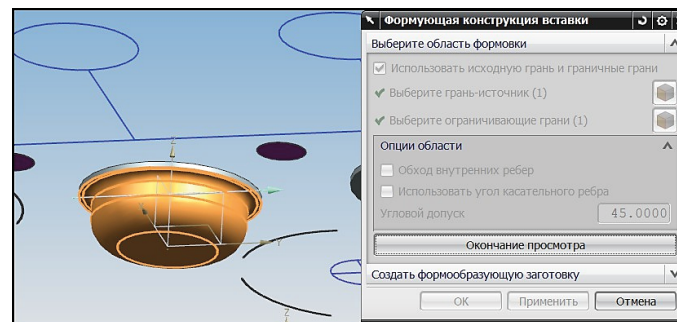

Рис. 10.12. Выбранные грани
14. Нажмите кнопку **Выберите грань-источник**. В рабочем окне укажите нижнюю грань полуфабриката. Нажмите кнопку **Просмотр области** для отображения граней, которые формируют рабочую часть инструмента (рис. 10.12). Нажмите кнопку **Завершить просмотр**.